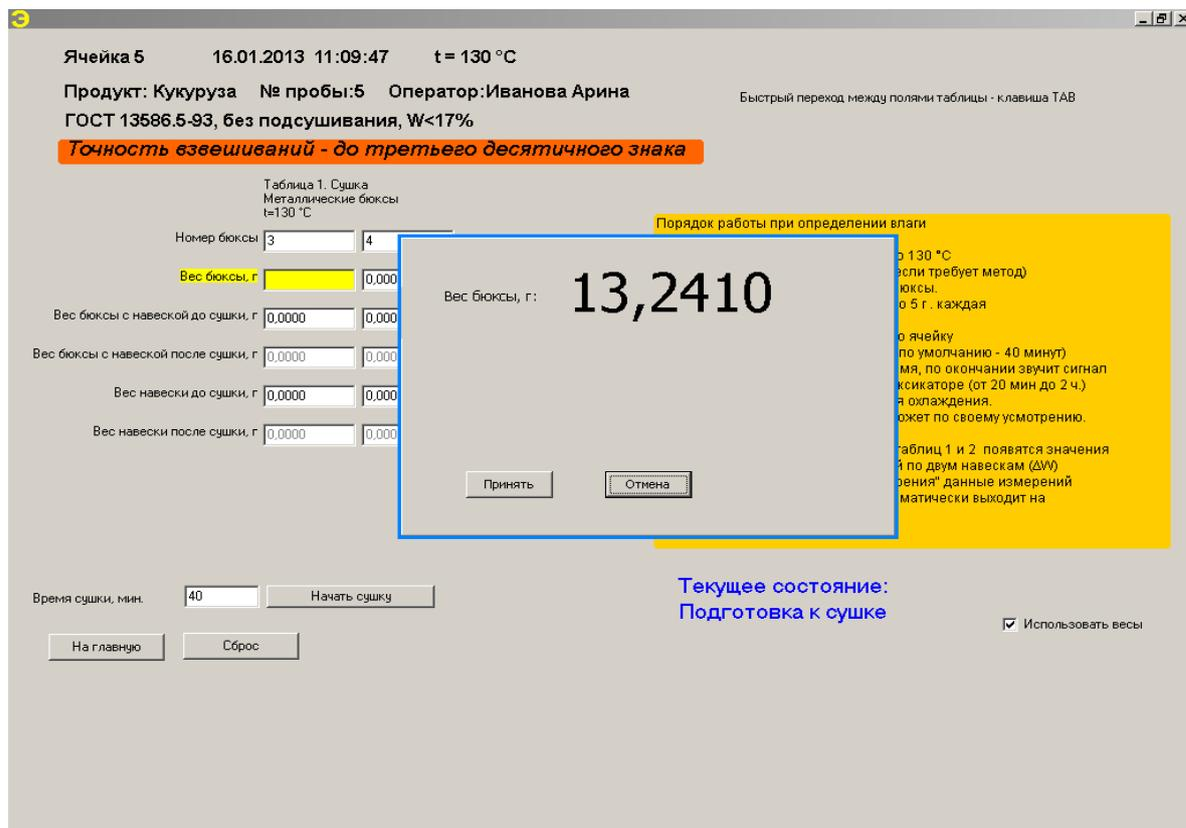

Рис.5
- активировать строку «Вес бюксы, г» щёлкнув по ней 1 раз. Откроется окно (рис.5), в котором отобразится вес пустой бюксы.
- активировать строку «Вес бюксы, г» щёлкнув по ней 1 раз. Откроется окно, в котором отобразится вес пустой бюксы. (Рис.5)